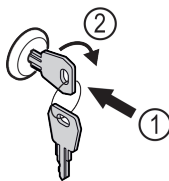

Fig. 181
- ▶ Zatlačte kľúč. Fig. 181 (1)
- ▶ Otočte kľúč o 90° v smere hodinových ručičiek. Fig. 181 (2)